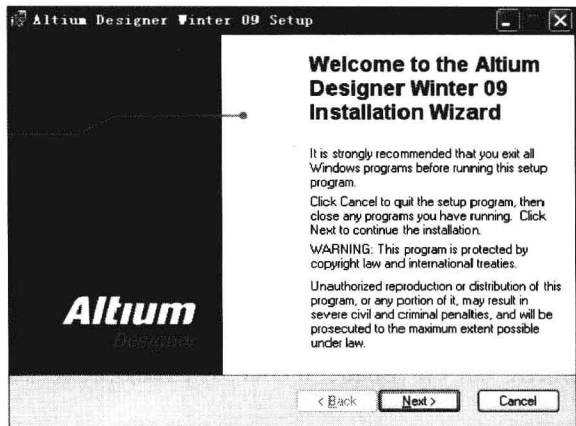

图 1-2 安装向导欢迎窗口
(2) 单击 Install Altium Designer, 显示如图 1-2 所示的安装向导欢迎窗口。